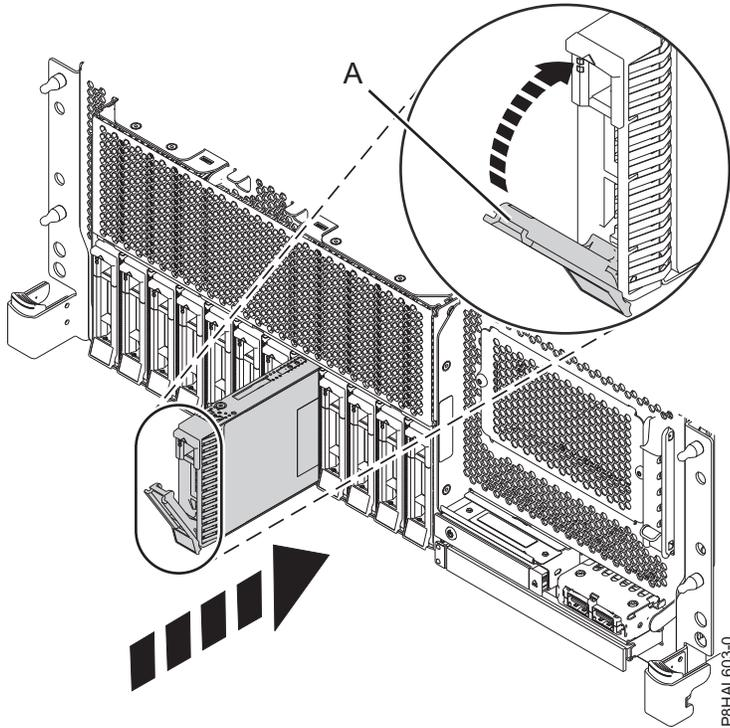

Abbildung 107. Plattenlaufwerk in einem Einschubsystem mit Basisfunktionen austauschen
4. Entriegeln Sie den Griff (**A**) des Laufwerks, indem Sie ihn zusammendrücken und zu sich hin nach außen ziehen. Wird der Griff nicht ganz nach außen gezogen, lässt sich das Laufwerk nicht in das System einschieben. Siehe Abb. 107 auf Seite 122, Abb. 108 auf Seite 122, Abb. 109 auf Seite 123 und Abb. 110 auf Seite 124.
9. Wenn die Kennzeichnungs-LED leuchtet, ohne zu blinken, schieben Sie das Laufwerk ganz in das System ein und drücken den Griff des Laufwerks (**A**) ein, bis er einrastet. Siehe Abb. 107 auf Seite 122, Abb. 108 auf Seite 122, Abb. 109 auf Seite 123 und Abb. 110 auf Seite 124.